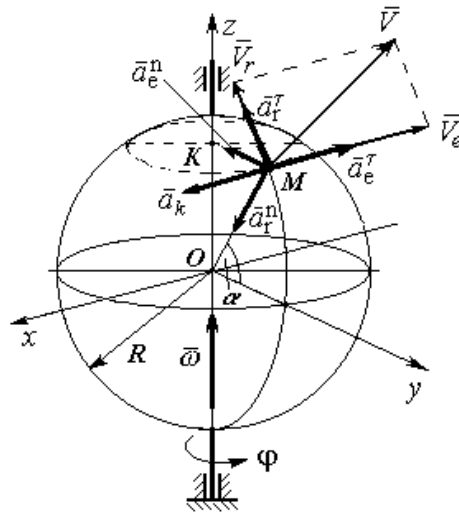

Рисунок 12
**Розв'язання.** Покажемо на рис. 12 систему координат  $x, y, z$ , в якій будемо вести відлік руху і направляти вектори. Вісь  $Ox$  направляємо перпендикулярно до площини меридіана, де рухається точка, вісь  $Oy$  - в площині меридіана, а вісь  $Oz$  їм відповідно. Відносний рух точки  $M$  відбувається по меридіану і задається віддаллю по дузі радіуса  $R$  від точки  $O_1$ . Переносний рух точки  $M$  - це рух точки разом із сферою при її обертанні навколо вертикальної осі. В переносному русі точка  $M$  описує дугу радіусом  $KM$ .
На рис. 12 вектор  $V_e$  направляємо в сторону обертання сфери, що відповідає напрямку протилежному до осі  $Ox$ , а вектор відносної швидкості  $V_r$  по дотичній до дуги меридіана в площині  $yOz$ . В будь-який момент руху вектори  $V_e$  і  $V_r$  взаємно перпендикулярні. Знайдемо модулі цих векторів.
На рис. 12 вкажемо напрямки векторів, які входять в (7.6). Нормальні складові  $a_e^n$  і  $a_r^n$  направляємо перпендикулярно до напрямків руху і до центрів дуг. Вектор  $a_e^n$  до точки  $O$ , а  $a_r^n$  до центра  $K$ . Вектори дотичних складових  $a_e^\tau$  і  $a_r^\tau$  направляємо по дотичних до відповідних траєкторій:  $a_e^\tau$  проти осі  $Ox$ , а  $a_r^\tau$  в площині  $yOz$  перпендикулярно до радіуса  $OM$ . Для визначення напрямку вектору прискорення Коріоліса використовуємо його